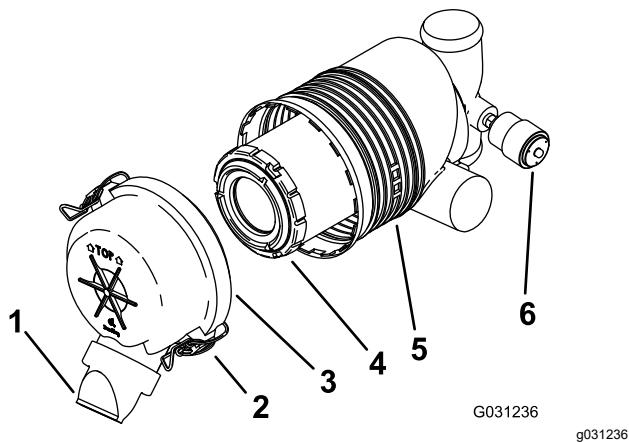

Рисунок 32
Внимание: Фильтр воздухоочистителя следует менять только, когда индикатор обслуживания станет красным (Рисунок 32). Замена воздушного фильтра без необходимости ведет лишь к повышению вероятности попадания грязи в двигатель при извлечении фильтра.
5. Освободите защелки воздухоочистителя и отделите крышку от корпуса воздухоочистителя (Рисунок 32).
- Если индикатор обслуживания прозрачный, установите крышку воздухоочистителя таким образом, чтобы пылезащитный колпачок был ориентирован вниз, и закройте защелки (Рисунок 32).
1. Осторожно извлеките фильтр из корпуса воздухоочистителя (Рисунок 32).
3. Осторожно установите фильтр (Рисунок 32).
4. Установите крышку воздухоочистителя таким образом, чтобы пылезащитный колпачок был ориентирован вниз, и закройте защелки (Рисунок 32).